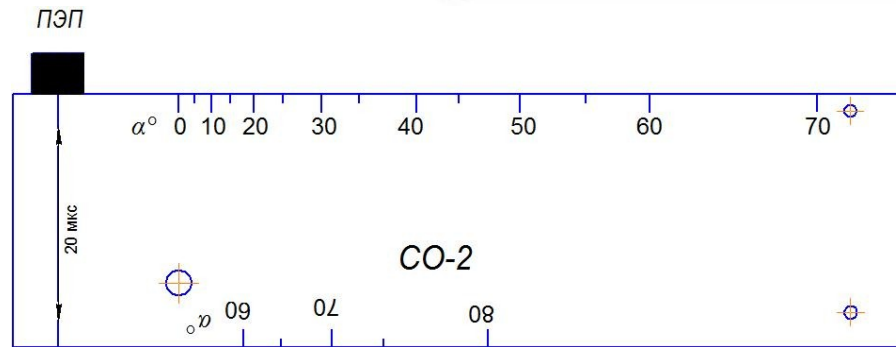

Рис. 7.1.1. Схема установки преобразователя на СО-2 при проверке чувствительности по вариантам AR1.1, AR1.2, AR1.4, TR1. Основной способ настройки.
- установить ПЭП на СО-2 в соответствии со схемой на Рис. 7.1.1 и найти максимум эхосигнала от донной поверхности;
- установить ПЭП на СО-2 и найти максимум донного эхосигнала, Рис.7.1.1;
- установить ПЭП СО-2 в соответствии со схемой на Рис.7.1.1 и найти максимум эхосигнала от донной поверхности;